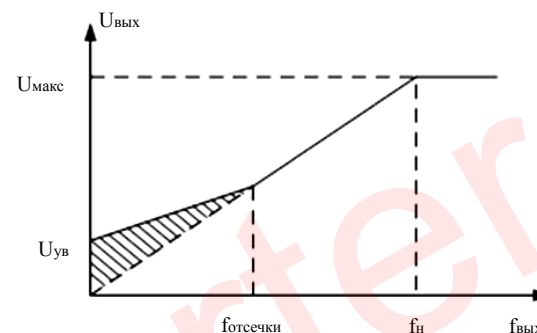

Рис. 6.10 Диаграмма увеличения момента
**2-4: Кривые с понижением момента:** Применяются для приводов с переменной нагрузкой, таких как вентиляторы, насосы и т.п. См. рисунок 6.10.
Если значение параметра P4.01 установлено равным 0, преобразователь будет автоматически увеличивать выходной момент в соответствии с изменением нагрузки. См. рисунок 6.10.